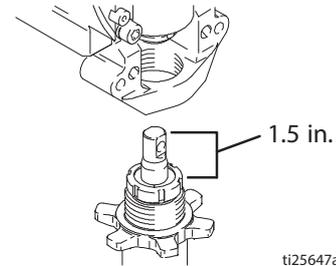

Fig. 18
1. Fig. 18. Saque la varilla del pistón 1,5 in. Atornille la bomba hasta que los orificios del cojinete queden cruzados y la varilla del pistón quede alineada.